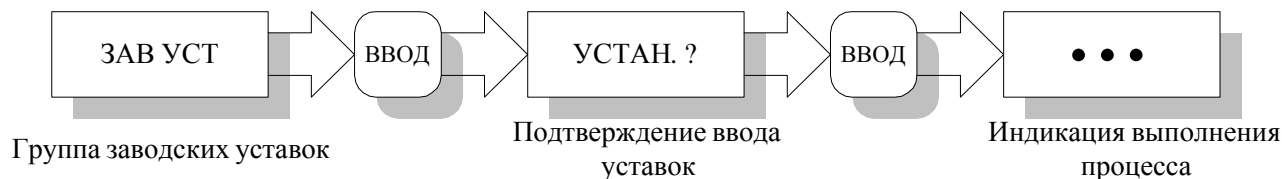

Рис. 6
5.3.3.9.1. При первоначальной установке станции желательно установить заводские уставки с последующей коррекцией (рис. 6).